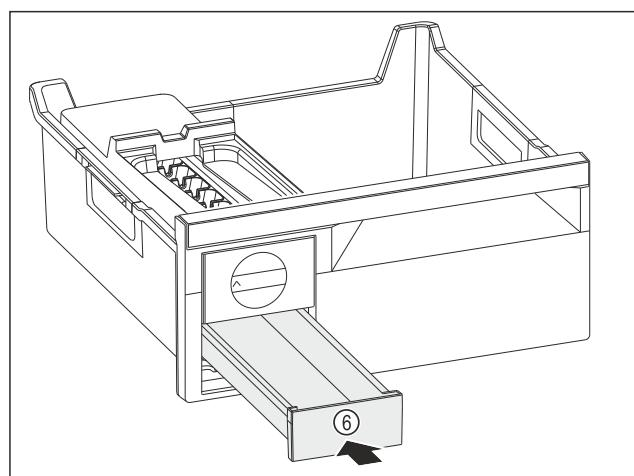

Fig. 111
- Zásuvku na kostky ledu Fig. 111 (6) zasuňte.